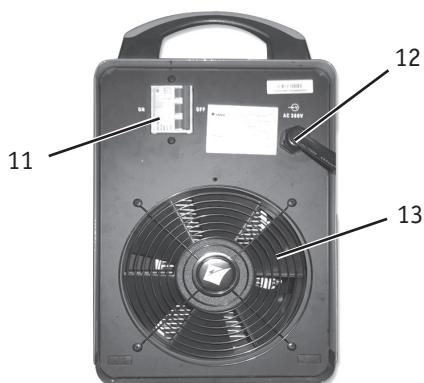

Рис. 1.2
1. Установите выключатель сети в положение «Вкл.» (11) (**рис. 1.2**), заработает встроенный вентилятор.
3. Установите выключатель сети в положение «Вкл.» (11) **(рис. 1.2)**, заработает встроенный вентилятор.